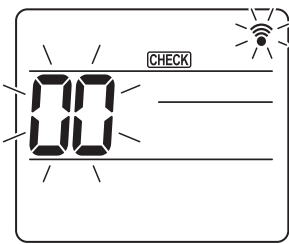
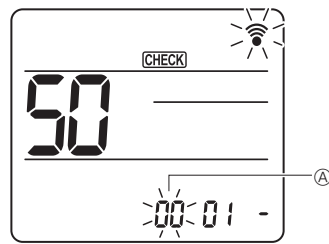
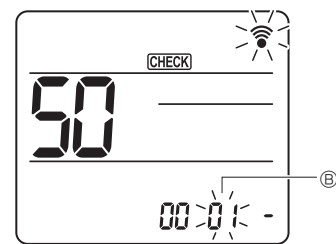
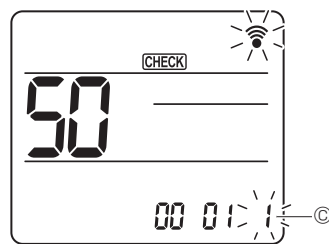

Fig. 7-16
Fig. 7-17
Fig. 7-18
Fig. 7-19
#### 7.4.2. Bežičnim daljinskim upravljačem (Fig. 7-16, Fig. 7-17, Fig. 7-18, Fig. 7-19)
① Odlazak na način odabira funkcije
- Pritisnite gumb [MENU] u trajanju od 5 sekundi. (Počnite ovu operaciju iz statusa u kojem je isključen prikaz daljinskog upravljača. [CHECK] (PROVJERI) je osvijetljeno, a „00” treperi. (Fig. 7-16)
② Postavljanje broja jedinice
- Pritisnite gumb [ ] da biste postavili broj jedinice ①. (Fig. 7-17)
③ Odaberite način rada
- Pritisnite gumb [ ] da biste postavili broj načina rada ②. (Fig. 7-18)
④ Odabiranje broja postavke
- Upotrijebite gumb [ ] da biste promijenili broj Postavke ③. (Fig. 7-19)